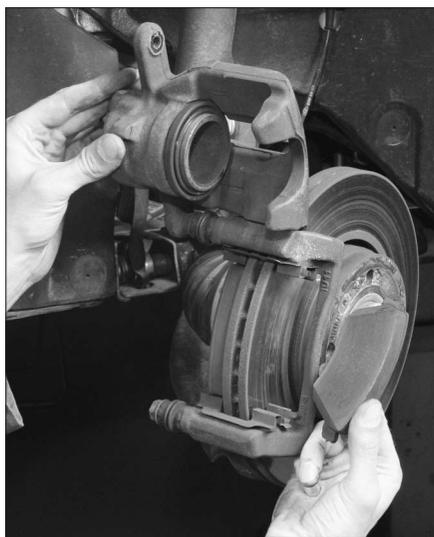

FIG. 9
- Basculer l'étrier vers le haut et le maintenir dans cette position (Fig.9).